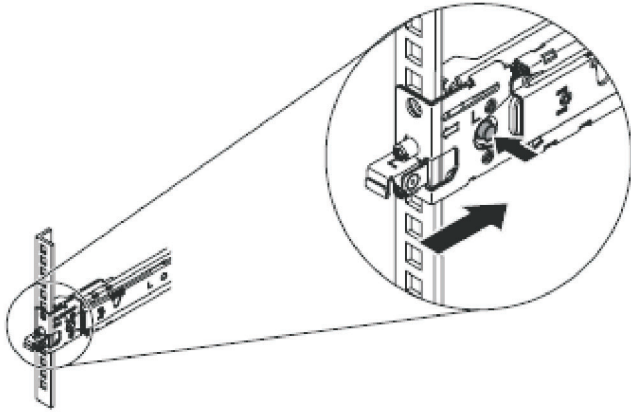

図 50. スライド・レールの前部端の取り付け
5. 79 ページの図 50 に示すように、スライド・レールの前部端を取り付けます。